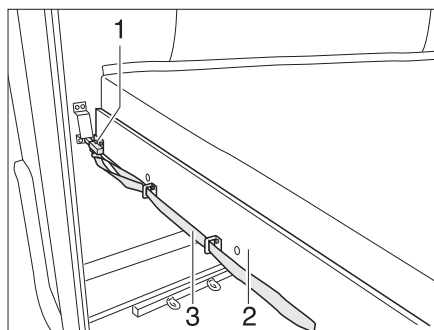

Fig. 130 Litera (parte trasera)
- Tirar del lazo (Fig. 130,3) y soltar el pestillo (Fig. 130,1).
- Tirar el somier (Fig. 130,2) junto con el colchón hacia delante hasta que engatille.